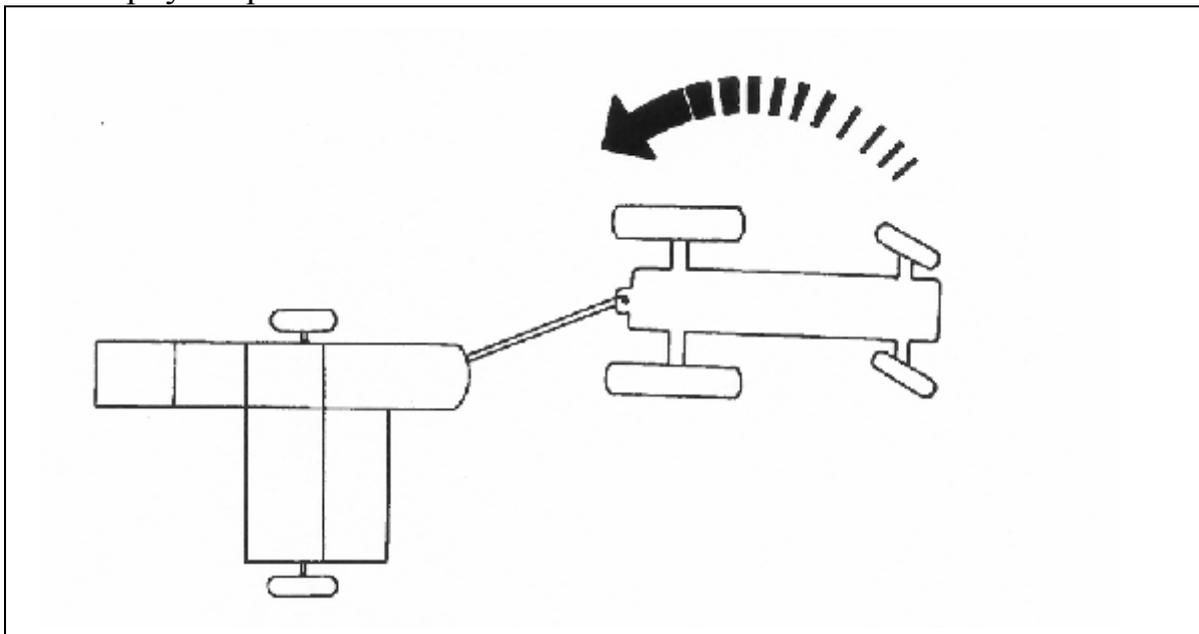

Рис. 6 Перестановка пресса в транспортное положение
- передние колеса тягача повернуть вправо (Рис. 6). Деблокировать водило при помощи тросика и отъехать назад до момента, пока блокирующий шкворень водила не попадет в транспортное отверстие в корпусе пресса.